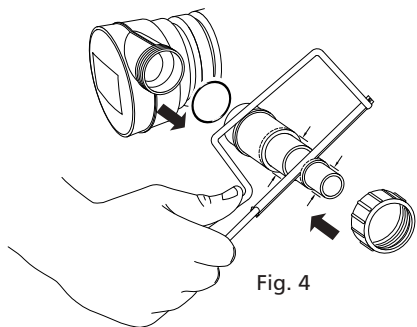

Fig. 4
- 3.4 Przyciąć dwie uniwersalne końcówki do węża (w załączeniu) tak, aby pasowały do węża. Zamocować końcówki na gwintowanych łącznikach na wlocie i na wylocie, przy pomocy załączonych pierścieni samoszczelniających ("O") oraz gwintowanych nakrętek (patrz rys. 4). Do modeli Vorton 4500: stosować wąż o śred. 25mm